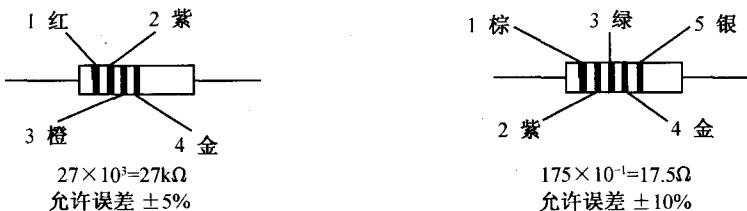

图 1.2 色环电阻的识别
**【例 1.4】** 某色环电阻各色环的颜色如图 1.2 所示，试说出其阻值和误差。